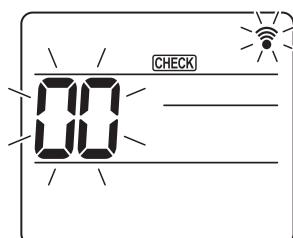
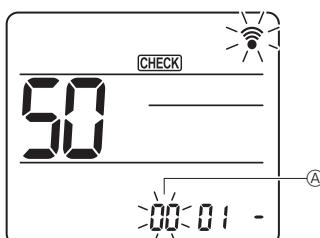
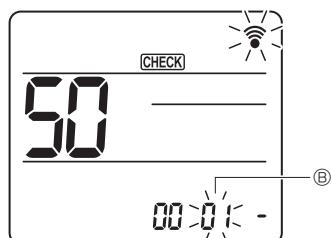
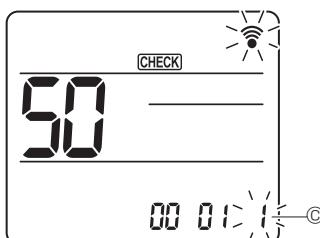

Fig. 7-16
Fig. 7-17
Fig. 7-18
Fig. 7-19
7.4.2. Mediante el mando a distancia inalámbrico (Fig. 7-16, Fig. 7-17, Fig. 7-18, Fig. 7-19)
① Vaya al modo de selección de función
(Inicie esta operación con la pantalla de estado del mando a distancia apagada). [CHECK] (COMPROBAR) se ilumina y "00" parpadea. (Fig. 7-16)
Pulse el botón **↓** para seleccionar el número de unidad **A**. (Fig. 7-17)
Pulse el botón **↓** para seleccionar el número de modo **B**. (Fig. 7-18)
Utilice el botón **↓** para cambiar el número de ajuste **C**. (Fig. 7-19)